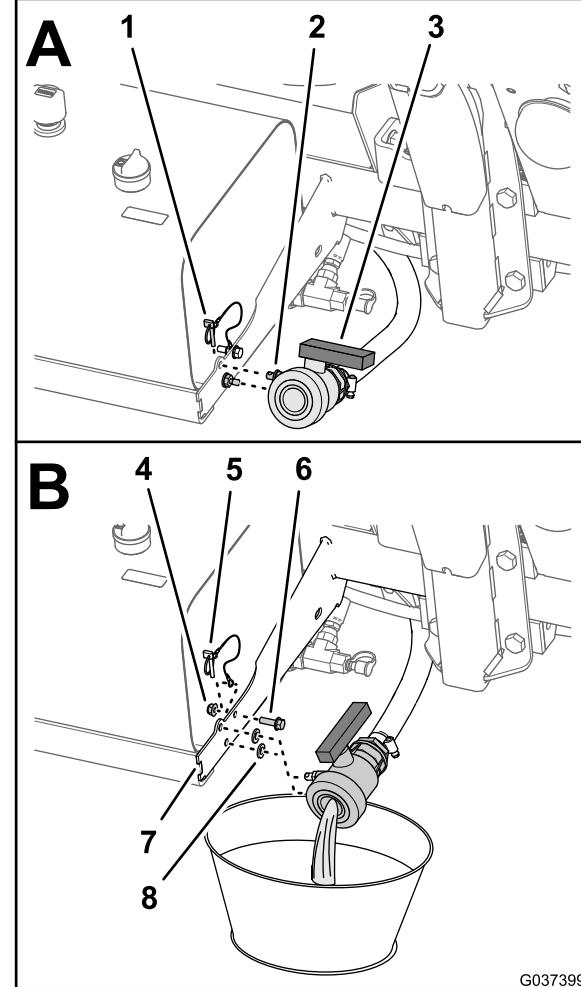

图2
3. 将水排出药缸 图2请参阅机器《操作员手册》中的“清洁打药车”部分。
4. 拧下将保险销电缆固定至液压油箱支架的凸缘头螺栓 5/16 x 1 英寸和凸缘锁紧螺母 5/16 英寸 图2。